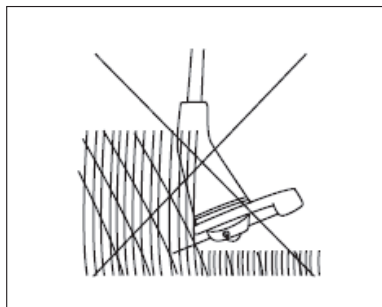
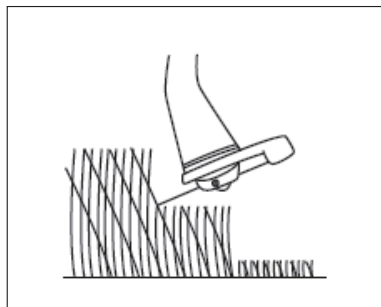

Fig. 24
Fig. 25
6. Asegúrese de que el accesorio de corte permanezca limpio y libre de recortes de hierba que puedan hacer que se agarrote. Compruébelo a intervalos frecuentes. Suelte el gatillo interruptor (3) y retire el acumulador antes de efectuar dicha comprobación.
7. Si la hierba es demasiado alta, recórtela en varias etapas. No intente recortar hierba alta de una sola pasada (Fig. 24). Para obtener los mejores resultados, recorte la hierba en varias pasadas (Fig. 25).